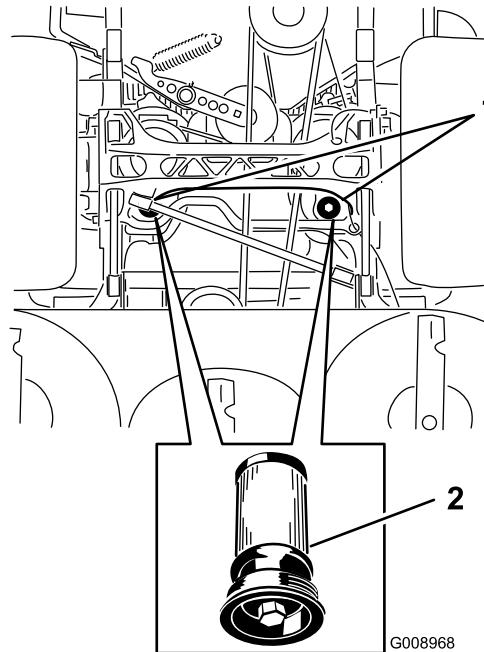

Figure 103
5. Placez un bac de vidange sous le filtre, retirez le filtre usagé et essuyez la surface (Figure 103).
6. Appliquez une fine couche de liquide hydraulique sur le joint en caoutchouc du filtre de recharge (Figure 103).